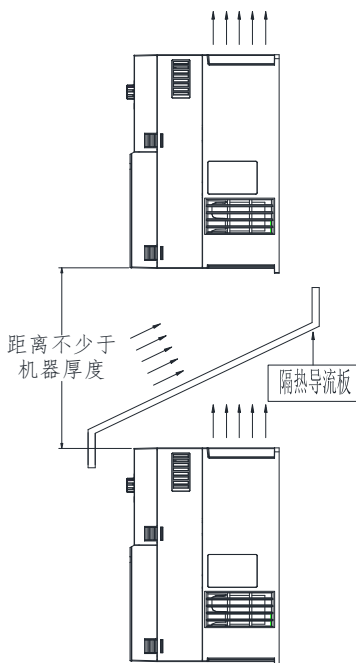

图3-2. CM800变频器安装示意图
- 1) 请垂直安装变频器，便于热量向上散发。但不能倒置。若柜内有较多变频器时，最好是并排安装。在需要上下安装的场合，请参考图3-2的示意，安装隔热导流板。